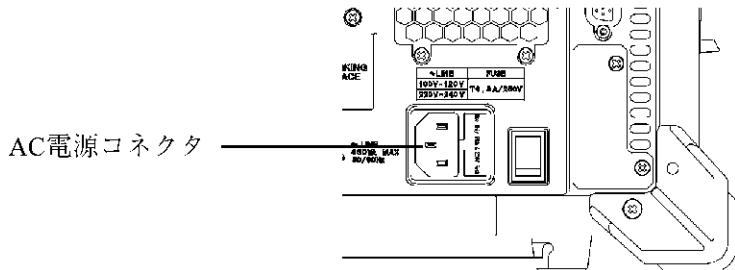

図 3-8 電源ケーブルの接続
- 本器背面パネルの AC 電源コネクタと、保護接地端子を備えた 3 極電源コンセントを付属の電源ケーブルで接続します（図 3-8 を参照）。